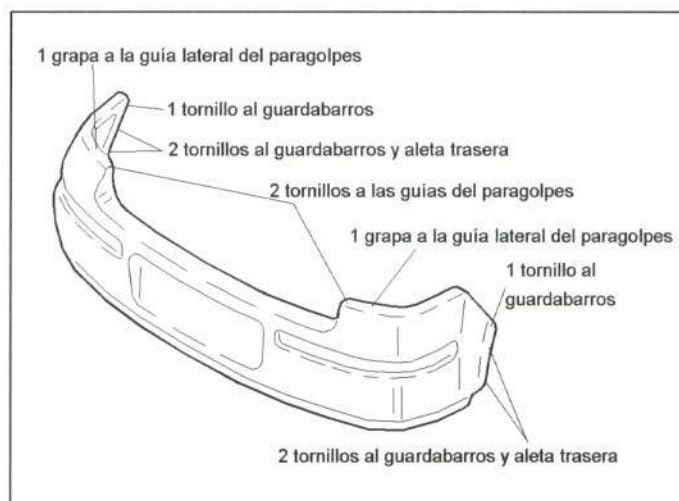

Figura 39.- Unión del paragolpes trasero
En la figura 39 se muestra la unión del recubrimiento de paragolpes trasero exterior con el resto de la carrocería.
- Paragolpes trasero (ver figura 39).